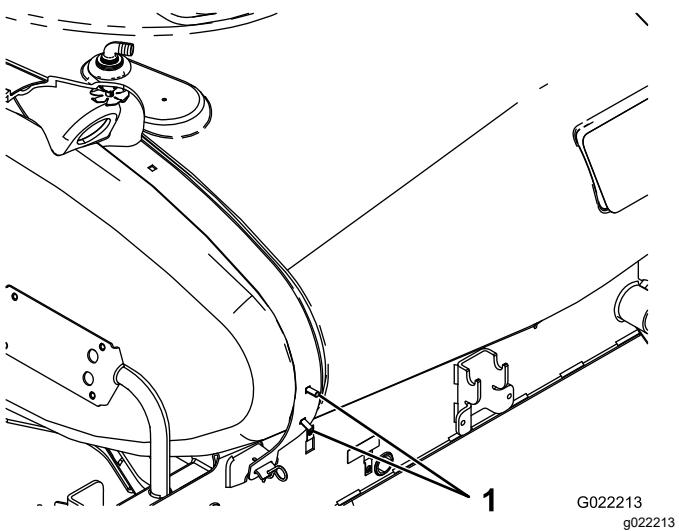

Figura 7
2. Montate 2 bulloni a testa tonda nei fori inferiori sul lato destro della fascia di fissaggio del serbatoio posteriore, inserendoli dal lato interno della fascia (Figura 7).